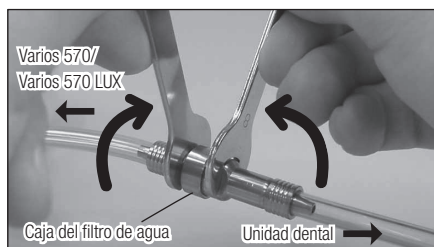

Fig.19
- 2) Monte las dos llaves cilíndricas (5x8) y gírelas tal y como se muestra en la Fig.19.